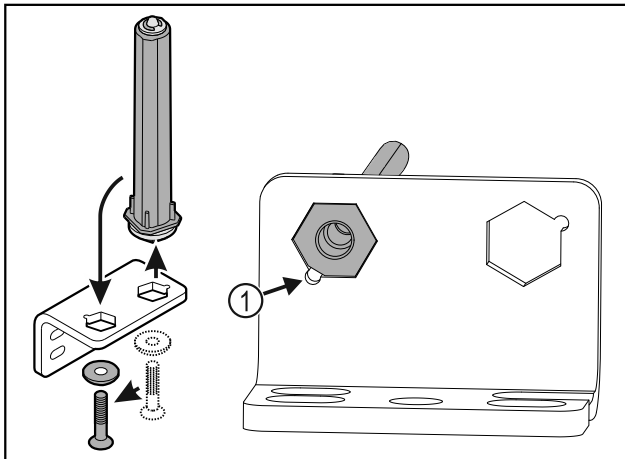

Fig. 38
- ▶ Let erop dat bij het plaatsen de boutafschuiving Fig. 38 (1) naar het ronde gat wijst.